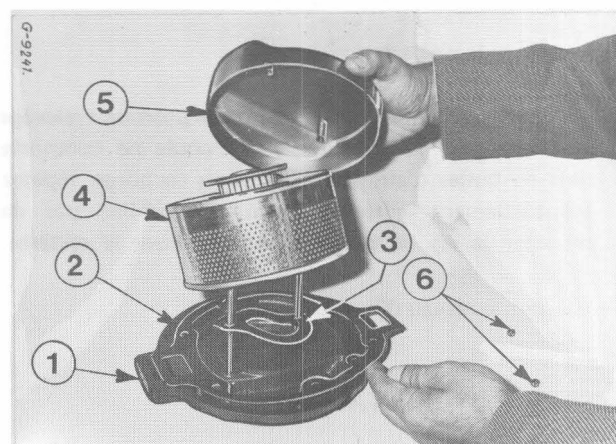

Figure 84
Remplacez l'élément (4, Fig. 84), avec son joint inférieur (3) et le joint du couvercle (2).